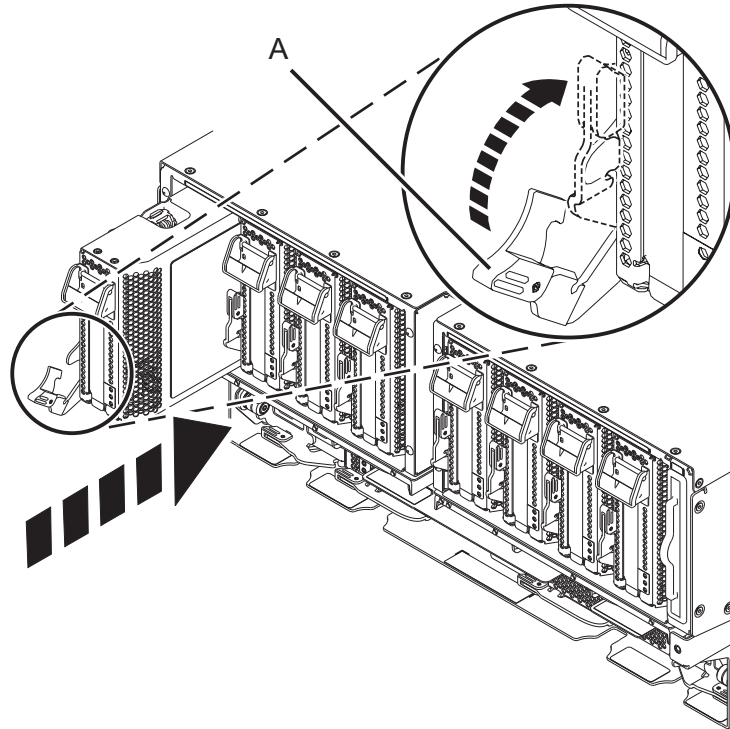

Figura 33. Instal·lació d'un casset de l'adaptador PCIe al sistema
- a. Amb la nansa del casset (A) en la posició oberta, agafeu amb compte el casset de l'adaptador pels extrems i, a continuació, alineu el casset de l'adaptador amb la ranura. Consulteu Figura 33 a la pàgina 33.
- c. Quan el casset s'hagi inserit totalment a la ranura, feu girar la nansa del casset de color terracota (A) en la direcció que es mostra a la Figura 33 a la pàgina 33 per tal que el casset de l'adaptador quedi bloquejat a la ranura.